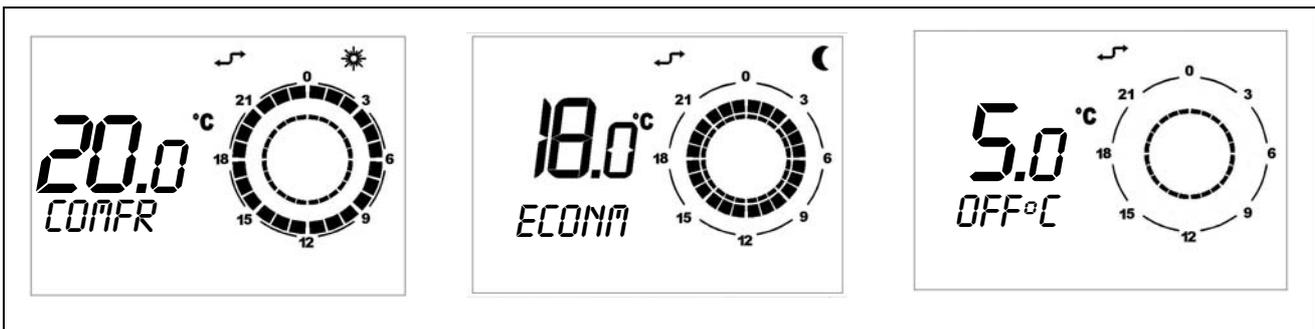

Figura 18
- Sul display in basso a sinistra comparirà la scritta **COMFR** per la programmazione della temperatura di comfort, la scritta **ECONM** per la programmazione della temperatura ridotta e la scritta **OFF°C** per la programmazione della temperatura antigelo (si intende temperatura antigelo dell'aria ambiente da non confondersi con la funzione antigelo del modulo esterno)(vedi Figura 18).